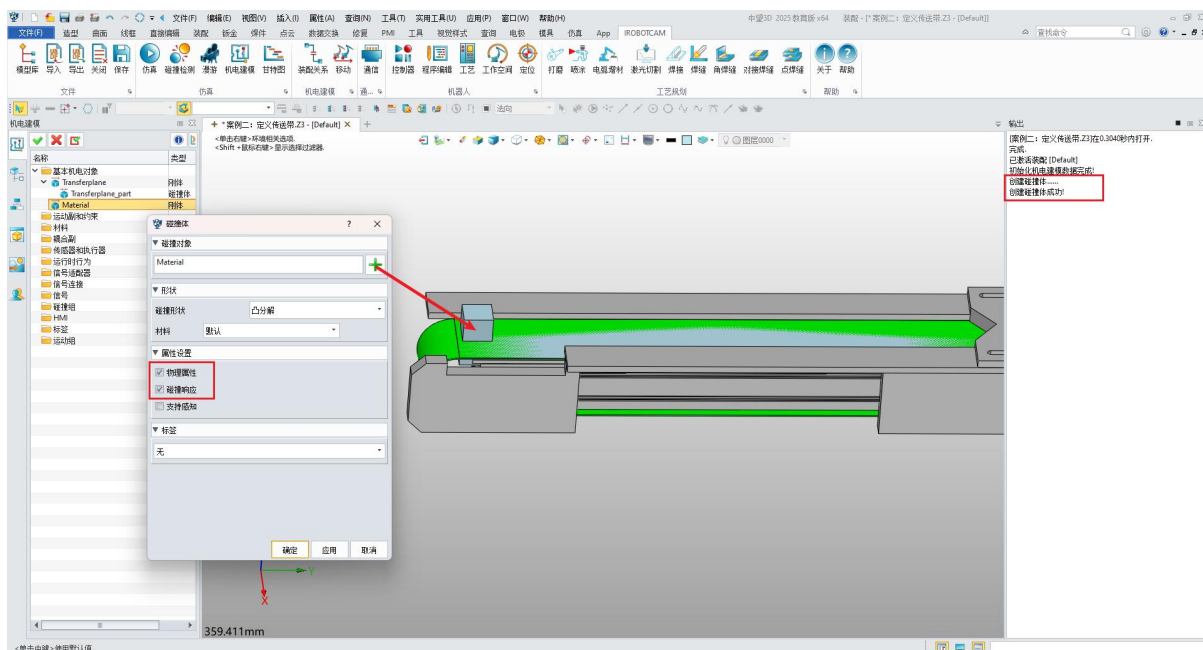

图 6-9：添加物料碰撞体
- 选择“凸分解”作为碰撞形状，属性设置勾选“物理属性”和“碰撞响应”，材料为“默认”。(图 6-9)